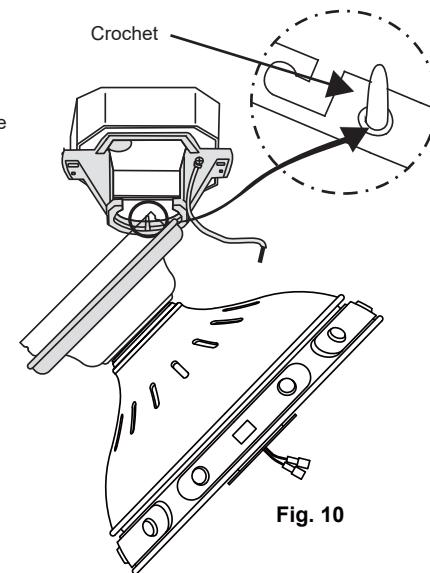

Fig. 10
**Étape 2.** Poussez le cache de vis de montage décoratif vers le bas et retirez-le du capot en le laissant reposer sur le dessus du boîtier du moteur (**Fig. 10**) et suspendez le ventilateur au support de montage au plafond en insérant le crochet sur le bord intérieur du support de montage au plafond les trous de vis dans l'auvent du plafond (**Fig. 10**). Cela vous permettra d'avoir les deux mains libres pour effectuer les connexions de câblage.